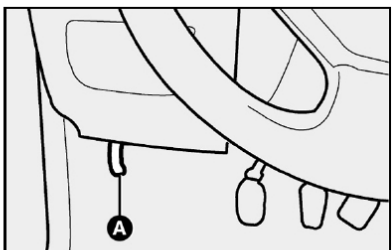

fig. 105
- 1) puxar a alavanca A-fig. 105;